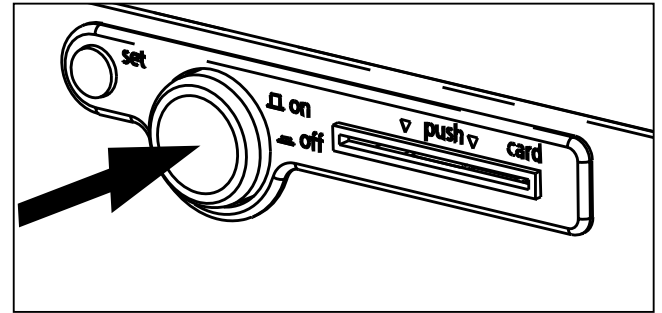

Fig. 22 Apagar incubador
1. Desconecte el equipo. Para ello, presione el interruptor principal del panel de mandos de modo que quede encajado en el equipo (Fig. 22).